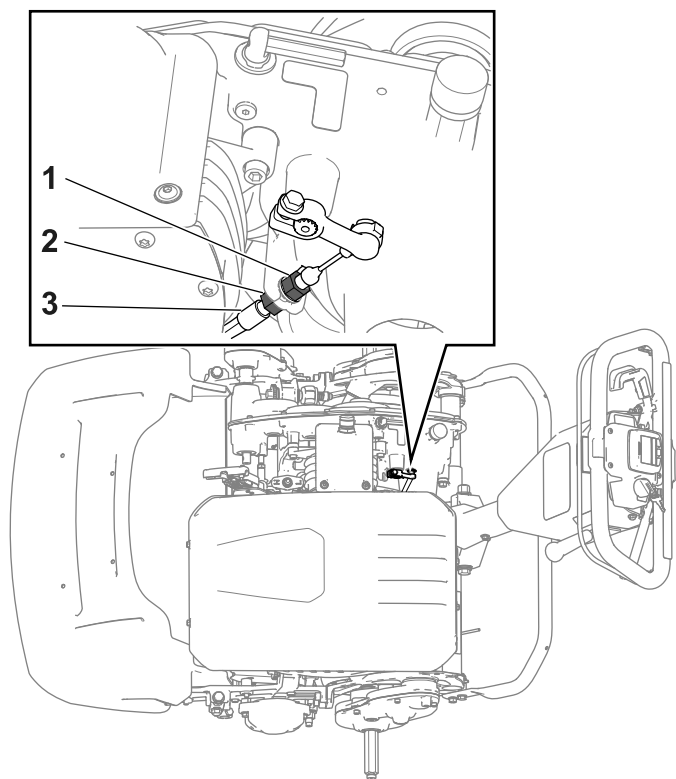

Figura 39
- Pentru a mări tensionarea cablului, slăbiți contrapiulia cablului din față i strângeți contrapiulia din spate (Figura 39). Repetați pasul 2 i reglați tensionarea dacă este necesar.
cablului din față (Figura 39). Repetăi pasul 2 i reglăi tensionarea dacă este necesar.